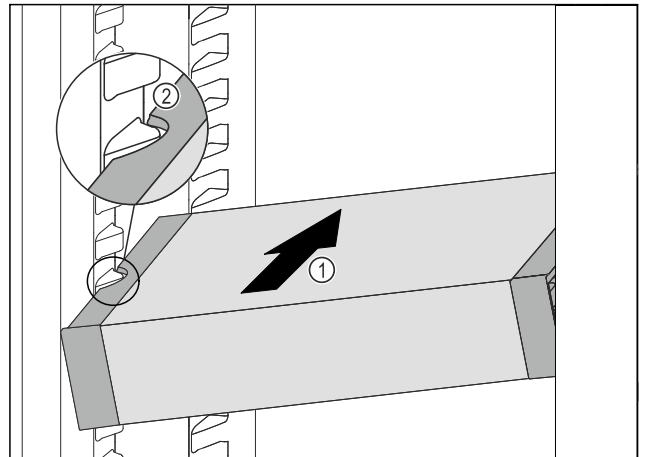

Fig. 63
- Insérer le VarioSafe en biais dans la partie réfrigérateur Fig. 63 (1) jusqu'à ce que les encoches latérales Fig. 63 (2) du VarioSafe se trouvent à la hauteur de la nervure du bac dans la partie réfrigérateur.